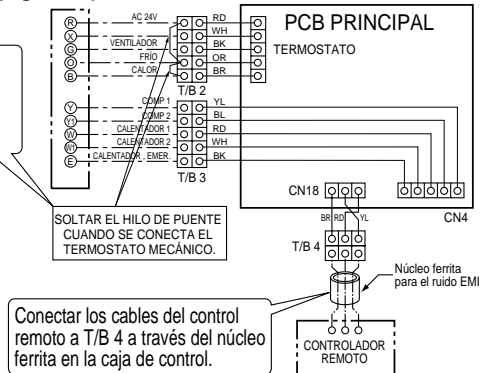

Figura 5F
**■ Bomba de calor - 2 comp, 2 calentadores (Figura 5F)